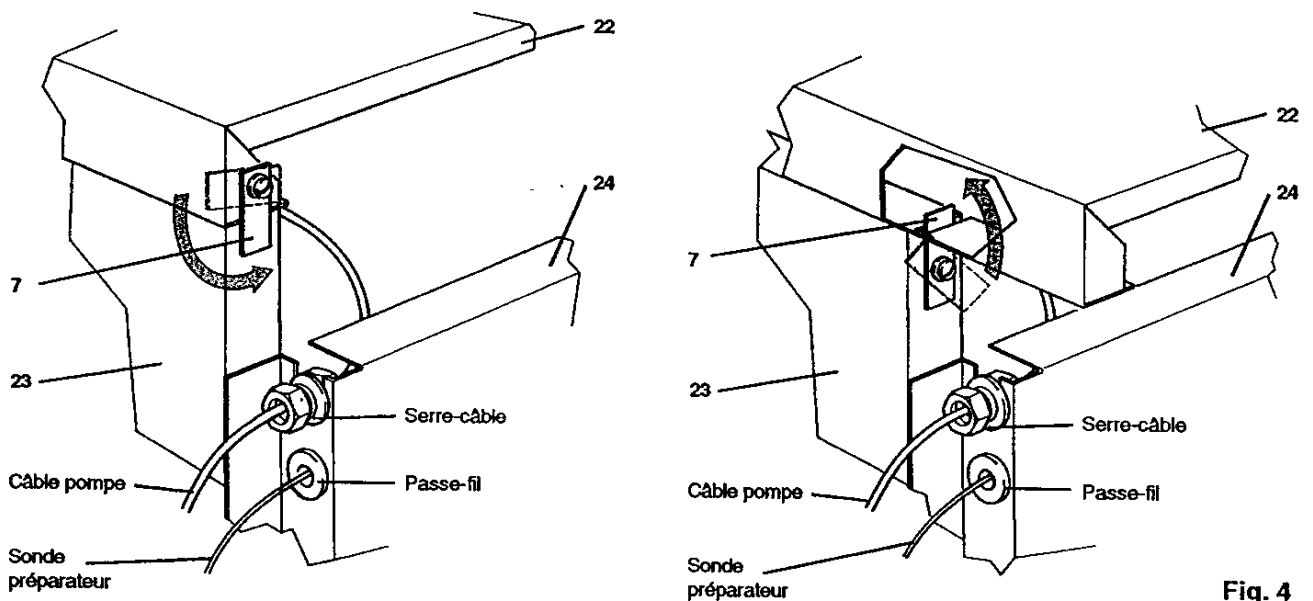

Fig. 4
4 - 2 Montage de la jaquette - Fig. 4
- Bloquer le dessus par la patte d'arrêt à l'arrière voir fig. 4. La visserie est groupée dans un sachet.